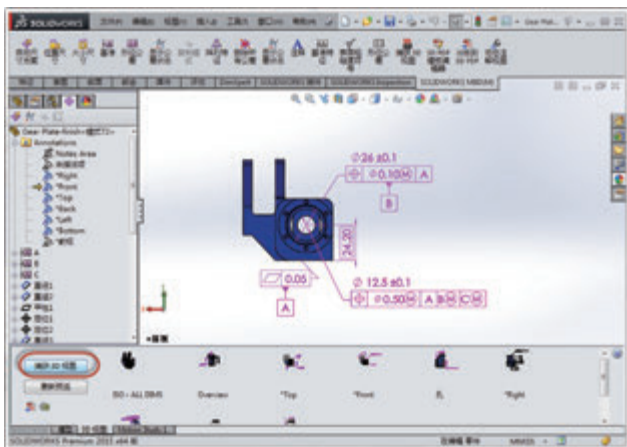

图6 3D视图捕捉
(4) 视图捕捉记录。使用 SOLIDWORKS MBD 的 3D 视图将排版和组织好的尺寸和形位公差等信息进行捕捉记录。点击“3D 视图→捕捉”，将创建一个视图信息（图 6）。